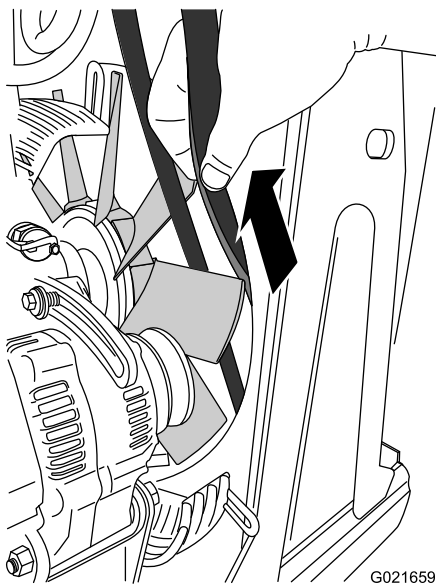

Рисунок 90
11. Выровняйте ремень в проеме между двумя лопастями вентилятора, затем осторожно потяните ремень назад и вверх, пока не появится возможность снять его с машины (Рисунок 90).
1. Выровняйте ремень в проеме между двумя лопастями вентилятора, затем осторожно нажмите на ремень вперед и вниз, пока он не будет находиться напротив вентилятора (Рисунок 90).